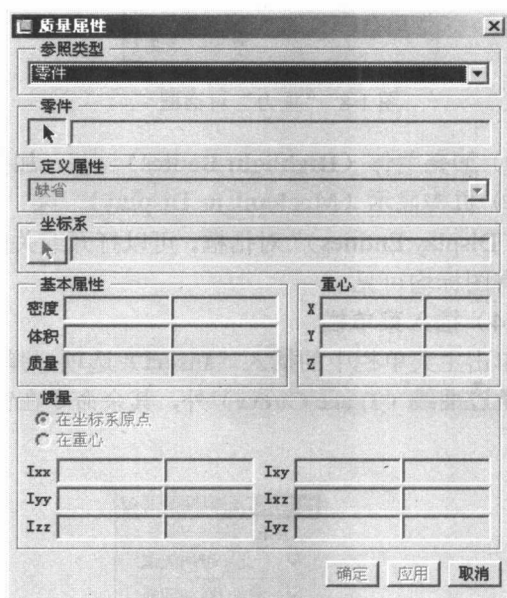

图 1-7 “质量属性”对话框
② **质量属性 (Mass Properties)** 如果要运行动态和静态分析，必须为机构指定质量属性。质量属性将确定应用力时机构如何阻碍其速度或位置的改变。机构的质量属性由其密度、体积、质量、重心及惯性矩组成。单击该选项，“质量属性 (Mass Properties)”对话框将打开，如图 1-7 所示。